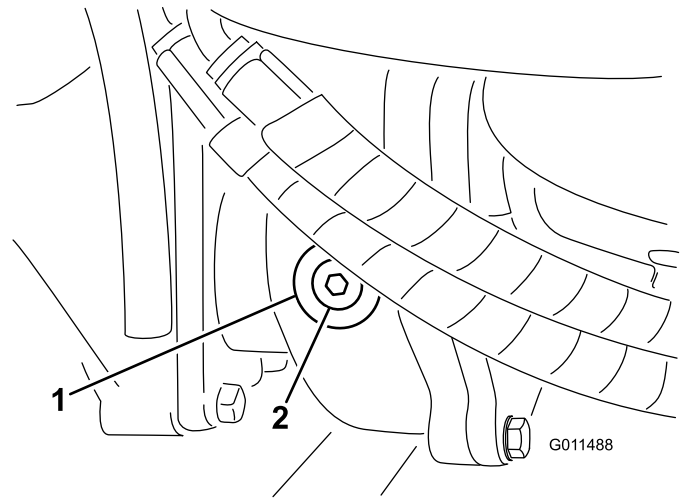

Figura 17
2. Retire el tapón de verificación/llenado del lado izquierdo de la caja de engranajes y asegúrese de que el lubricante llega al borde inferior del orificio (Figura 17).